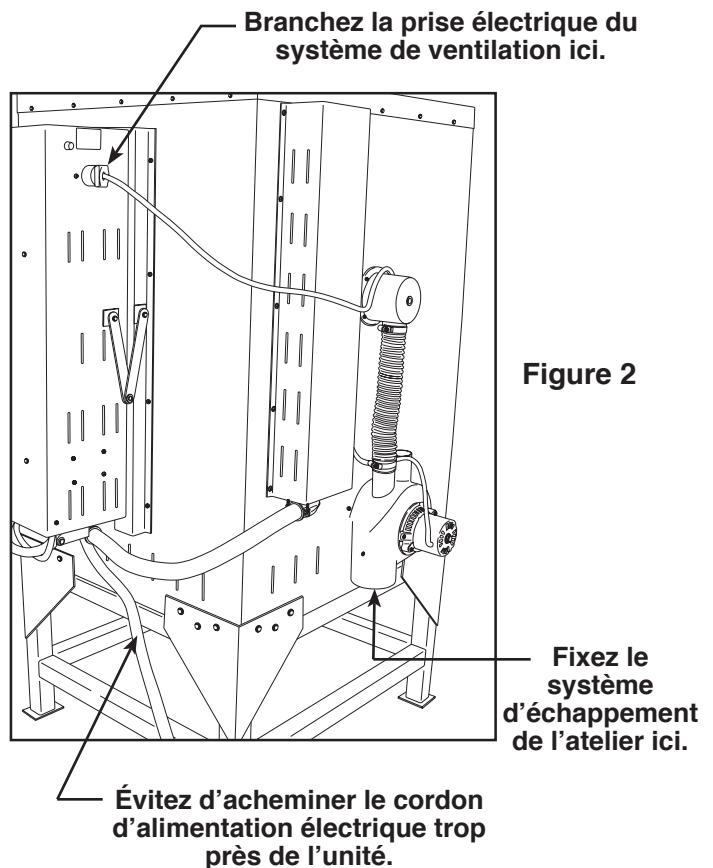

Figure 2
1. Connectez l'échappement à la connexion standard de 102 mm (4-inch) en bas du système d'aération. Voir Figure 2.
1. Branchez la prise électrique du système de ventilation à la prise située sur le boîtier de commande. Voir Figure 2.